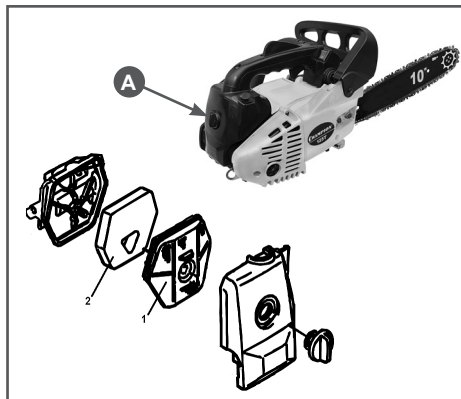

Рис. 22 Обслуживание воздушного фильтра
1. Открутите гайку А и снимите крышку воздушного фильтра (Рис. 22).
2. Извлеките фильтрующие элементы 1,2 из опоры воздушного фильтра (Рис. 22).
4. Очистите капроновый фильтрующий элемент (1) мягкой щеткой. Поролоновый элемент (2) промойте чистой, теплой мыльной водой и просушите. Смочите поролоновый фильтрующий элемент чистым моторным маслом. Лишнее масло отожмите.